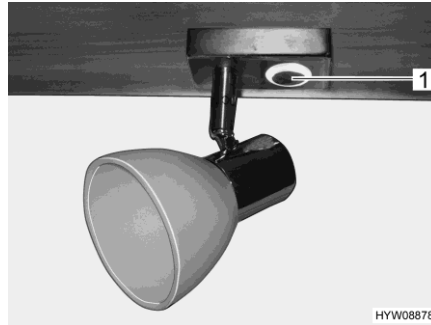

Fig. 90 Lámpara con interruptor
- Tocar el interruptor (Fig. 90,1) brevemente. El interruptor estará iluminado como luz atenuada.